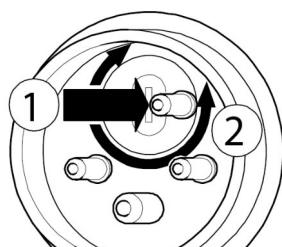

Abb. 12: Motor-Drehrichtung ändern
Schritt 8: Schleifband durch Drehen der Einstellschrauben (Abb.12) spannen.
Schritt 9: Den Lauf des Schleifbands durch Drehen der Einstellschrauben (Abb.12) mittig einstellen.